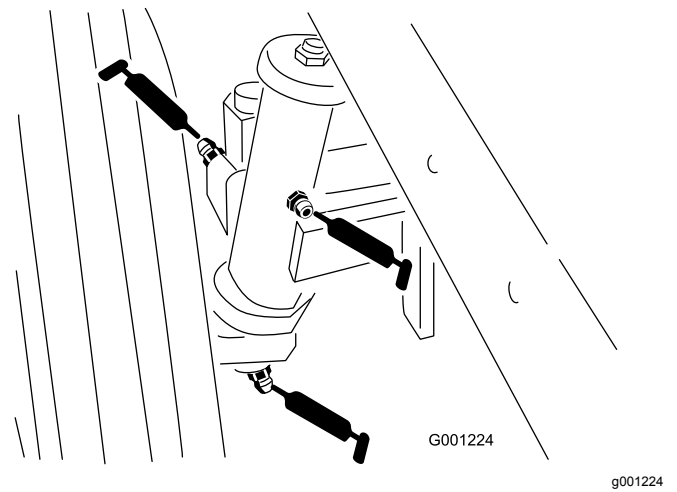

Bild 40
- Spindelbüchsen des Hinterrads (Bild 40)